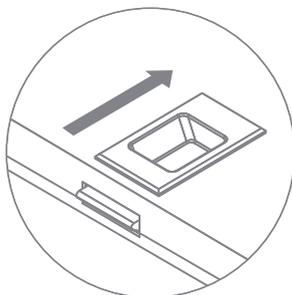

Рис. 4
3. Достаньте фильтр из упаковки. Откройте крышку корпуса фильтра, потянув каждый замок-ручку друг к другу (рис. 4), отставьте ее в сторону.
2. Откройте крышку корпуса фильтра, потянув каждый замок-ручку друг к другу (рис. 4), отставьте ее в сторону. Извлеките корпус мембраны из скобы крепления для удобства последующей работы с ним.
2. Откройте крышку корпуса фильтра, потянув каждый замок-ручку друг к другу (рис. 4), отставьте ее в сторону. Извлеките блок предварительной очистки и/или угольный постфильтр из скобы крепления для удобства последующей работы с ним.